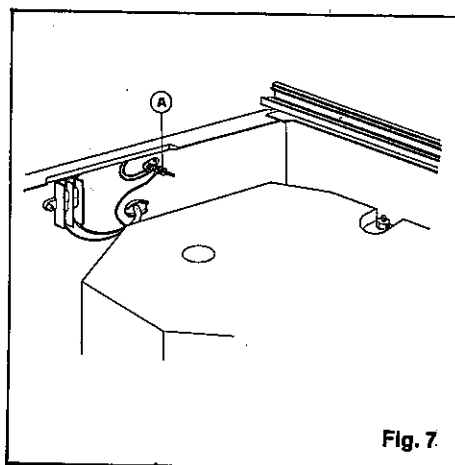

Fig. 7
- se la presa di corrente è priva di contatto a terra, la messa a terra deve essere effettuata con un conduttore (sezione minima 5 mm²) collegato ad una estremità dell'apposito morsetto della parte posteriore della macchina "A" (fig. 7) e all'altra estremità ad una buona terra artificiale conforme al D.P.R. 27-4-1955, n. 547 ed alle norme CEI 118.